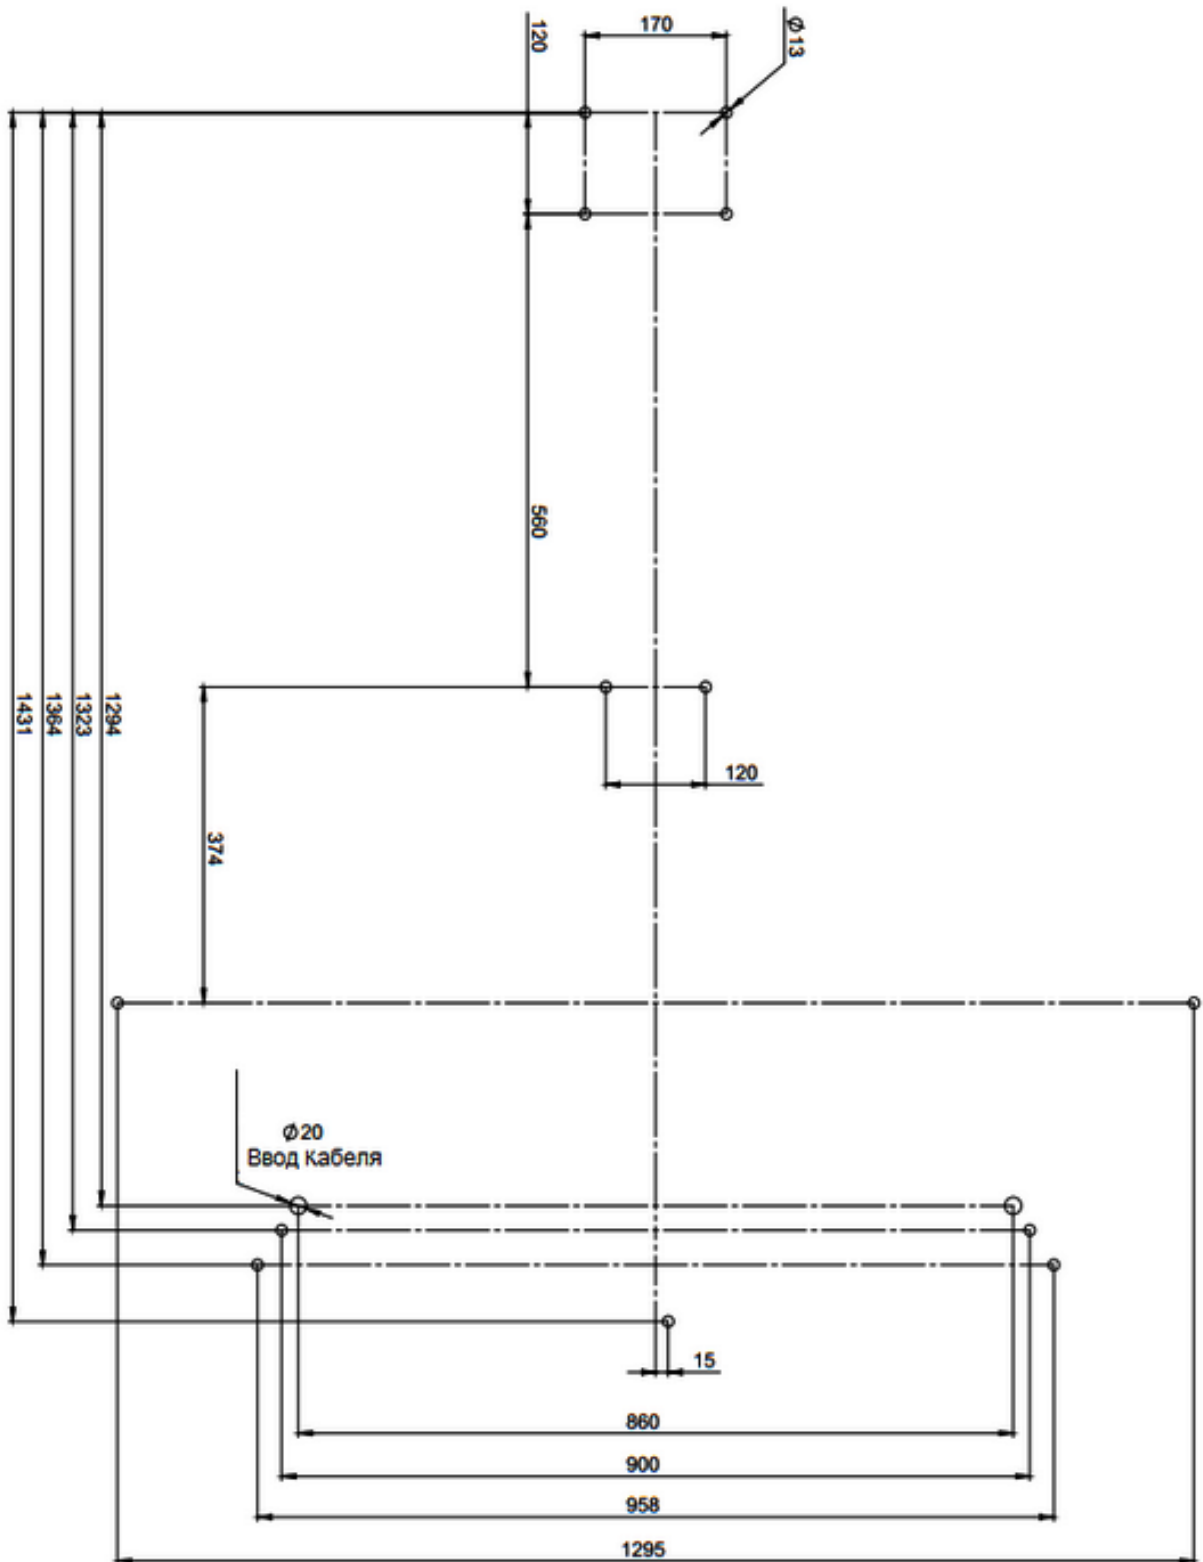

Рисунок 4 – Шаблон для установки турникета
4.2.3 Рисунок 4 – по установочным размерам, подготовьте 13 отверстий диаметром 18 мм в полу под анкеры крепления стойки турникета глубиной 80 мм.